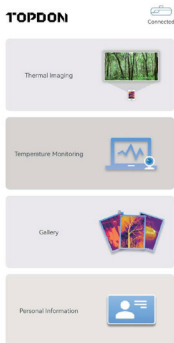

Figure 3.1.3
3. Ouvrez l'application TC001. L'icône en haut à droite de l'écran d'accueil affiche « **Connecté** » (voir figure 3.1.3).